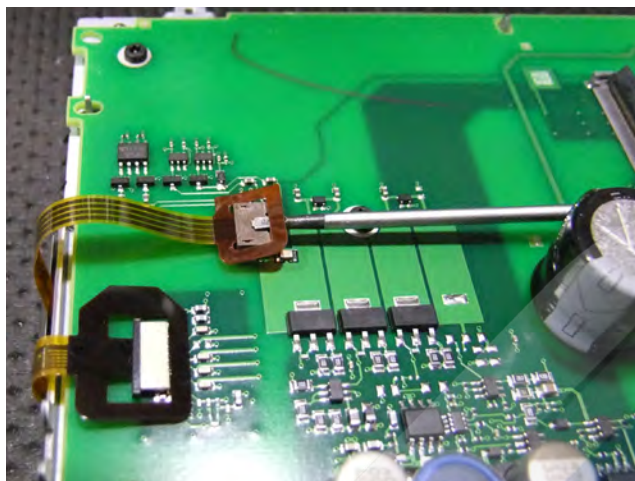
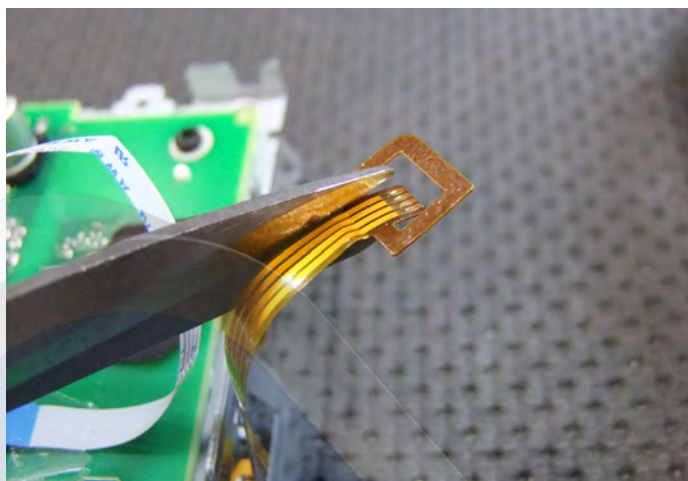

Imagen 6
Imagen 7
4) Desconectar la conexión del panel táctil del monitor (imagen 6) y recortar su anclaje para poder conectarlo posteriormente (imagen 7).